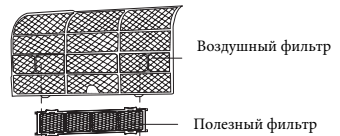
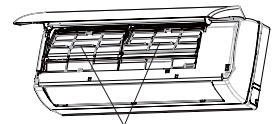

Рис. 20
Рис. 21
(2) Поместите полезный фильтр на воздушный фильтр (Рис. 20). Если воздушный фильтр не может быть установлен, закрепите полезный фильтр на лицевой поверхности. (Рис. 21)